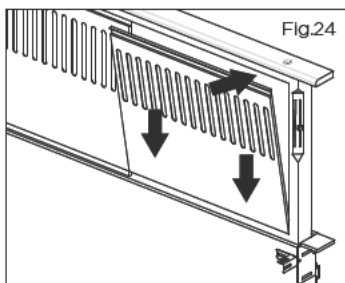

Fig.24
- Installez les filtres à graisses (Fig.24).